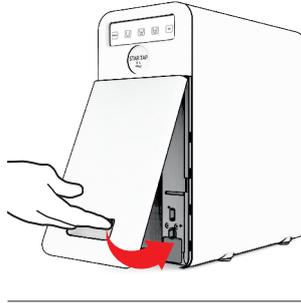

Fig. 2-13
**41.9** - Rimontare il sportello frontale, vedi Fig. 2-13. La macchina è pronta per l'uso.